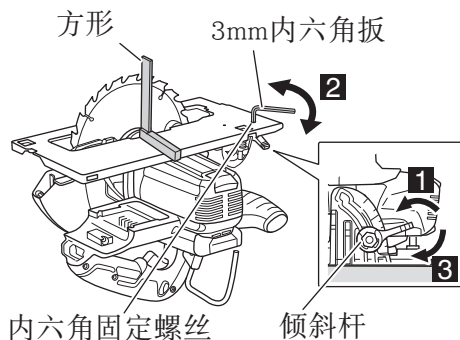

图43
6. 调整底座和锯片以保持垂直(图43)
- (1) 将底座面朝上(图43)并松开倾斜杆。
- (2) 在底座和锯片上放置一把直角尺，用3mm的内六角扳手转动内六角螺丝，移动底座的位置以产生所需的直角。